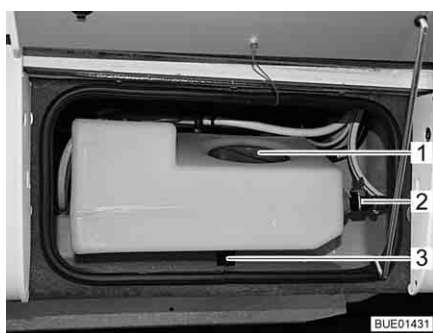
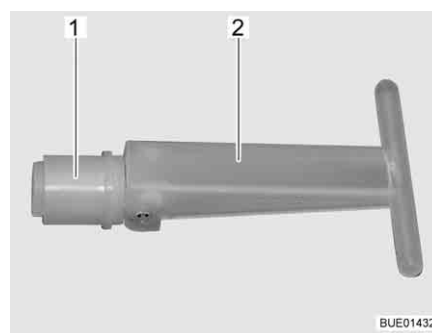

Bild 235 Extra vattentank
Bild 236 Propp
När tömningsventilen (Bild 235,2) är öppen, är extra vattentankens volym begränsad till ca 30 l; överflödigt vatten rinner ut. När tömningsventilen är stängd är hela tankvolymen tillgänglig.
När proppen (Bild 236,1) invändigt i extra vattentanken dras ur, rinner vattnet ut genom utloppet (Bild 235,3). Proppen är åtkomlig via serviceöppningen (Bild 235,1).
- Säkerställ att proppen (Bild 236,1) i extra vattentanken är stängd (handtaget (Bild 236,2) är nedfällt).
- Säkerställ att tömningsventilen (Bild 235,2) är stängd.
- Öppna serviceöppningen (Bild 235,1) i extra vattentanken.
- Ställ handtaget (Bild 236,2) på proppen (Bild 236,1) vertikalt genom serviceöppningen och dra ut proppen.
- Öppna tömningsventilen (Bild 235,2) på extra vattentanken.